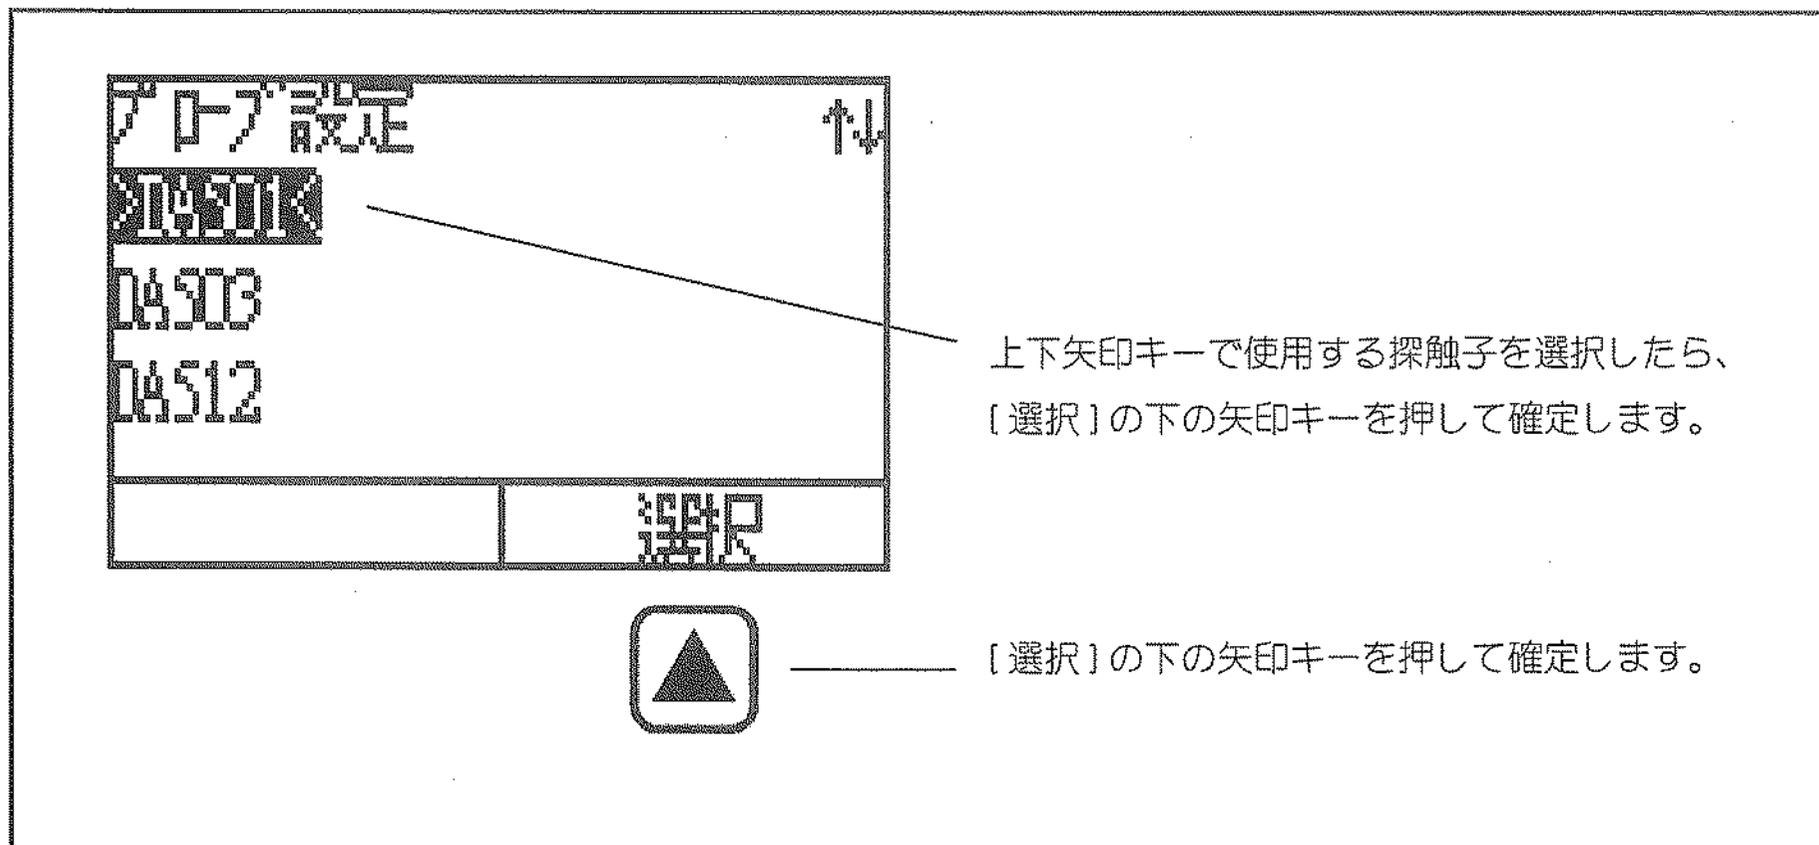

図 3: プローブ設定モード
- **プローブ設定モード**：使用するプローブの種類を選択します。選択したプローブの種類により基本的な設定条件が決まります (図 3)